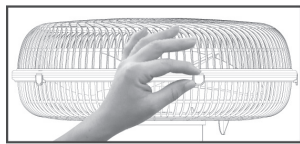

Figura 08
9. Pressionar a borda da grade frontal contra a borda da grade traseira em todo o contorno para garantir o travamento perfeito das grades (figura 08)